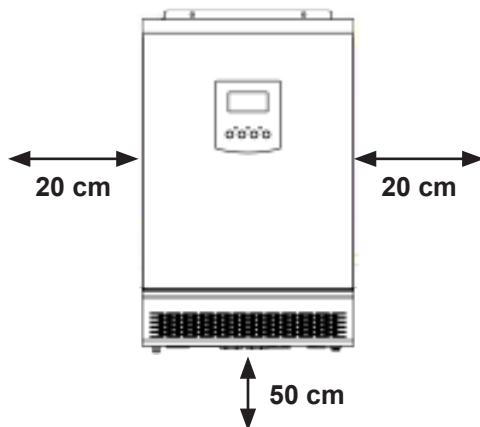
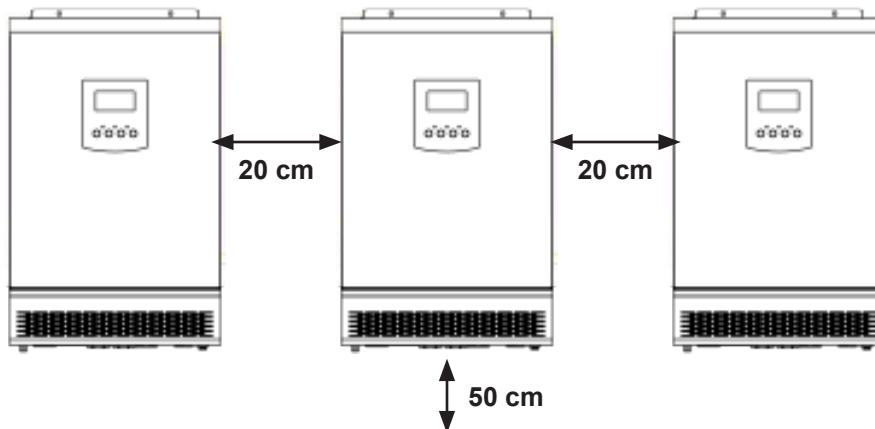

Figura 3.2A
Figura 3.2B
4. Para una adecuada circulación de aire y disipación de calor, asegúrese de que haya un mínimo de 20 cm de distancia en cada lado y 50 cm de distancia de la parte inferior de la unidad (ver Figura 3.2A).
5. En modos monofásico y trifásico en paralelo, instale cada inversor a una distancia de al menos 20 cm entre sí (ver Figura 3.2B).
7. Asegúrese de proporcionar suficiente espacio como se muestra en la Figura 3.2A y la Figura 3.2B para garantizar suficiente disipación de calor y proporcionar espacio adecuado para el despeje apropiado de conexiones de cableado y comunicación.
8. Asegure el soporte con liberación de la tensión al APS usando dos (2) tornillos de instalación incluidos debajo del paso directo del cableado de salida de CA. Después de instalar el cableado de CA, asegure el cableado con los cintillos de amarre incluidos.